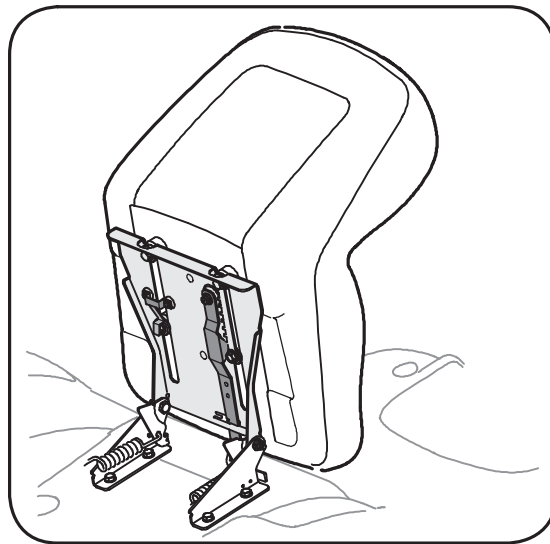

Figure 3-6
REMARQUE : Si le siège a été installé à l'envers sur le support de pivotement pour l'expédition, dégagez l'attache qui se trouve sur la butée et maintenez-la en position ouverte pendant que vous dégagez le siège du support de pivotement. Voir la Figure 3-6.
2. Faites glisser le siège jusqu'à ce que la cale d'écartement avant s'enclenche dans la butée. Voir la Figure 3-6.